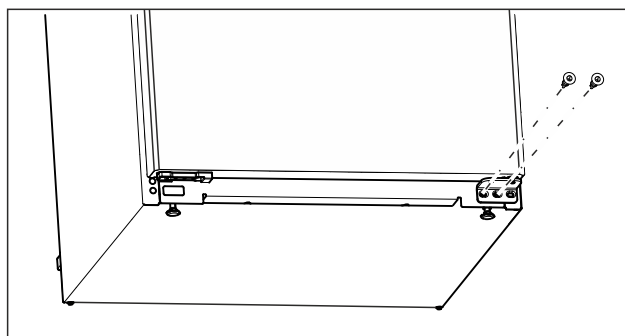

Fig. 12
- Wykręcić środkową śrubę przy dolnej płytce zawiasu śrubokrętem Torx 20. (patrz Fig. 12)
- Wykręcić wewnętrzną śrubę przy dolnej płytce zawiasu śrubokrętem Torx 20. (patrz Fig. 12)